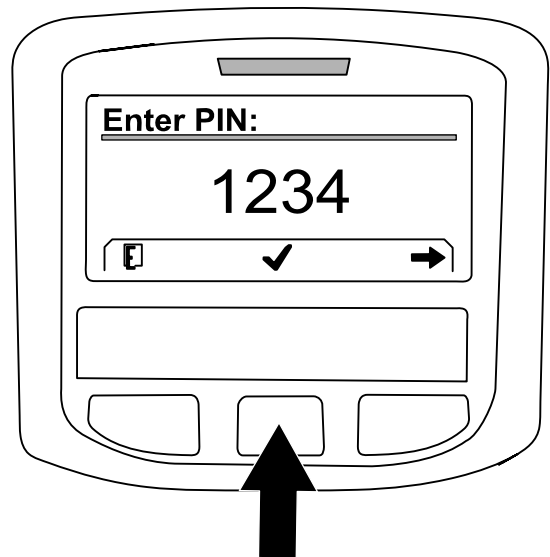
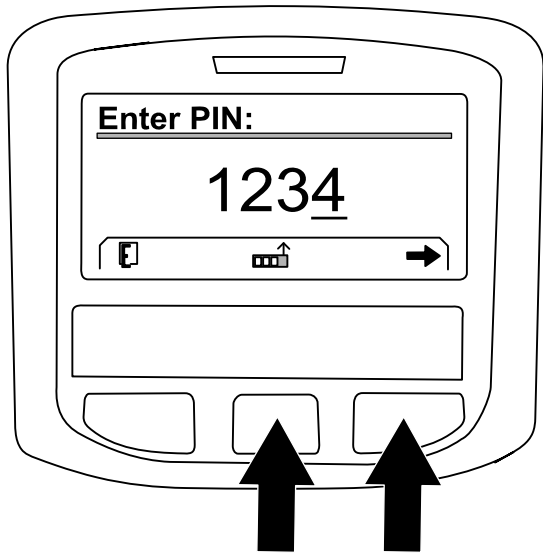

Figure 229
Figure 228
- A. Appuyez sur le bouton central comme nécessaire pour saisir le chiffre gauche du code PIN (Figure 228).
- B. Appuyez sur le bouton droit pour passer au chiffre suivant du code PIN (Figure 228).
- D. Après avoir saisi tous les chiffres du code PIN, appuyez sur le bouton droit (Figure 228) puis sur le bouton central pour entrer le code PIN (Figure 229).